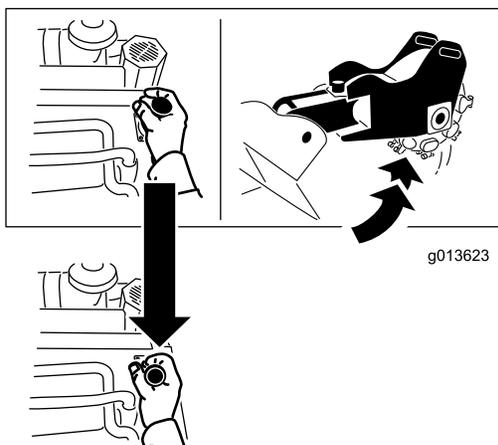

Bild 13
- Ziehen Sie zum Anheben der Fräse den Hebel zurück (Bild 13).